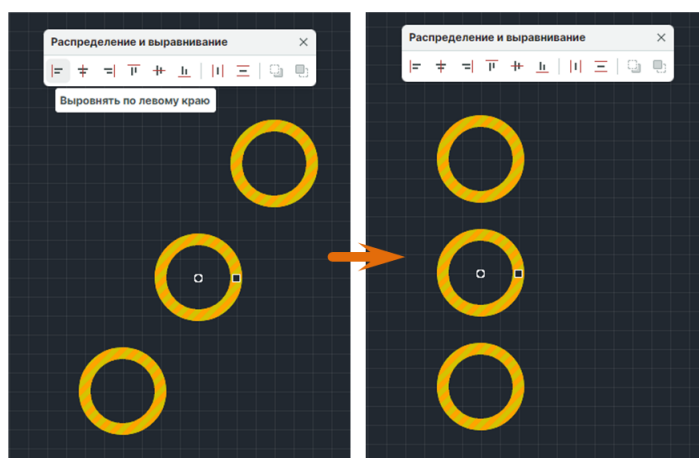

Рис. 394 Выравнивание по левому краю
2. На панели «Распределение и выравнивание» выберите инструмент «Выровнять по левому краю», который обозначен иконкой , см. Рис. 394.